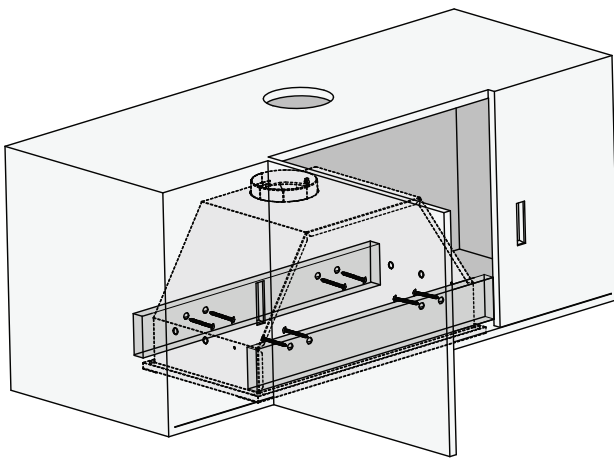

Figure 4
- Utilisez 8 vis pour fixer la hotte sur les poutres en bois avant et arrière (voir figure 4 et 5).